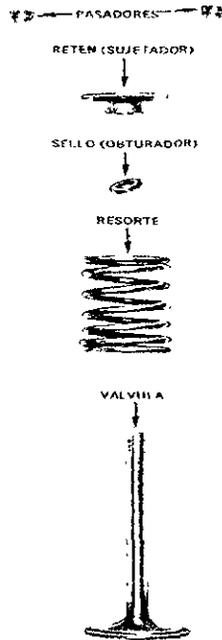

Figura. 40 Elementos de la válvula
- Para retirar las válvulas se necesita el opresor de resortes de válvulas el cual nos permitirá comprimir el resorte y poder retirar los pasadores de la válvula. una vez retirados los pasadores (seguros) se puede extraer la válvula, el resorte, el sello y el reten (ver figura 40)